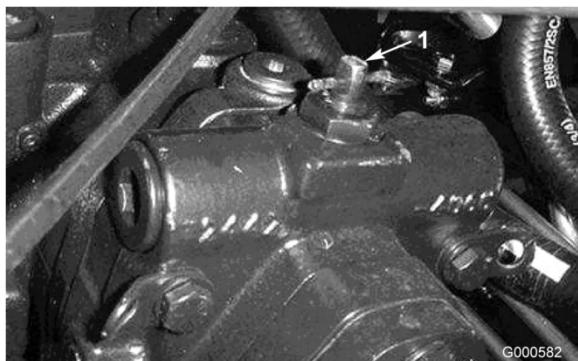

Figura 18
2. Girate la valvola di 90° (1/4 di giro) in qualsiasi direzione per aprirla e consentire all'olio di bypassare internamente (Figura 18). Dal momento che il fluido viene bypassato, potete